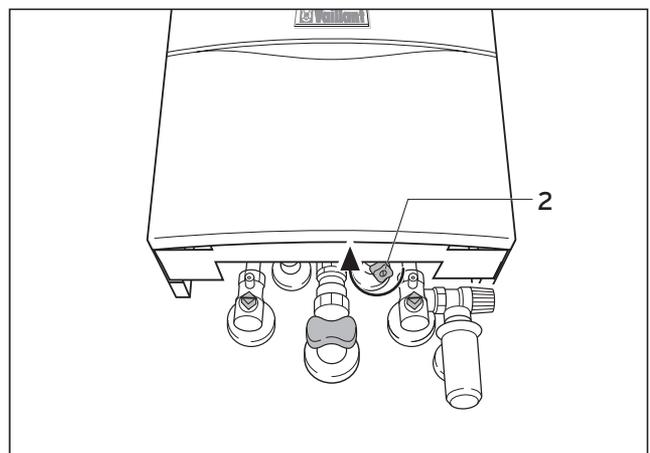

Abb. 2.2 Kaltwasser-Absperrventil schließen
Bei evtl. Undichtigkeiten im Warmwasserleitungsbereich zwischen Gerät und Zapfstellen schließen Sie sofort das Kaltwasser-Absperrventil (2) am Gerät (Abb. 2.2) und lassen Sie die Undichtigkeit durch Ihren Fachhandwerksbetrieb beheben.